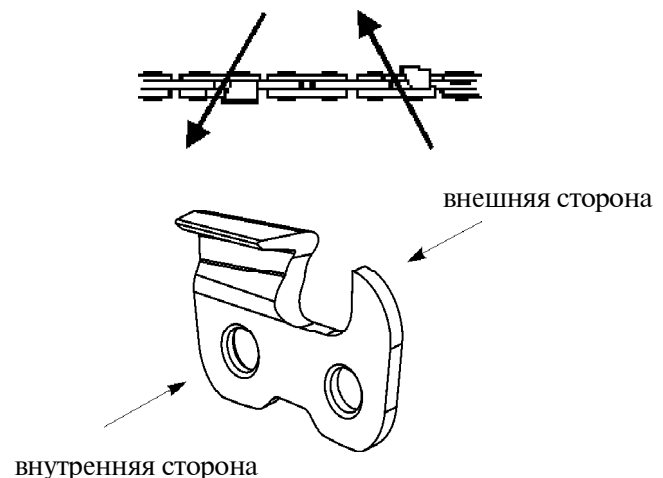

Рисунок 2.16 - Режущее звено
2.11.1.2 Заточить сначала все режущие звенья с одной стороны пильной цепи. Направленные движения заточки от внутренней стороны режущего звена к внешней, см. рисунок 2.16. Затем повторить процесс для режущих звеньев другой стороны пильной цепи.